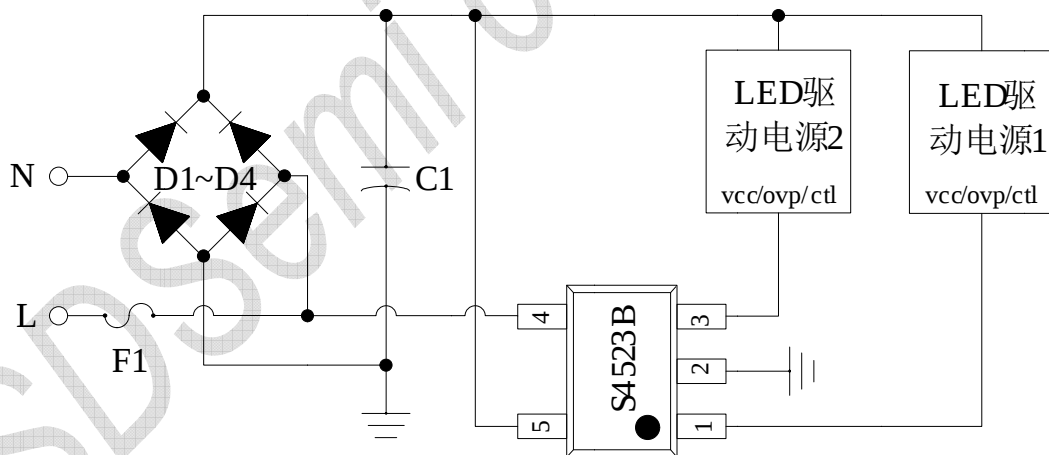

图1 S4523B典型应用图
S4523B 通过 CLK 脚对 AC 输入进行检测 (如图 1 所示), 从而判断输入开关的状态。CLK 脚内部内置高压元器件, 所以无需任何外围电路。CLK 脚的检测阈值为 170V 左右 (DC 值)。
- a) S4523B 的 HV 和 GND 与电解 C1 (如图 1 所示) 的正极和负极之间的连线应该尽量短。